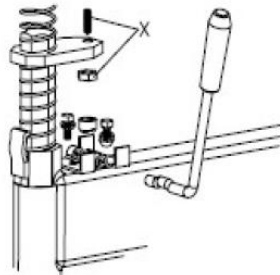

Рис. 12
Примечание: если шестигранный вертикальный стержень не блокируется или не соответствуют требованию 2-3мм между монтажной головкой и ободом, пожалуйста, настройте шестигранную стопорную пластину, см. рис. 12 и отрегулируйте её (X).